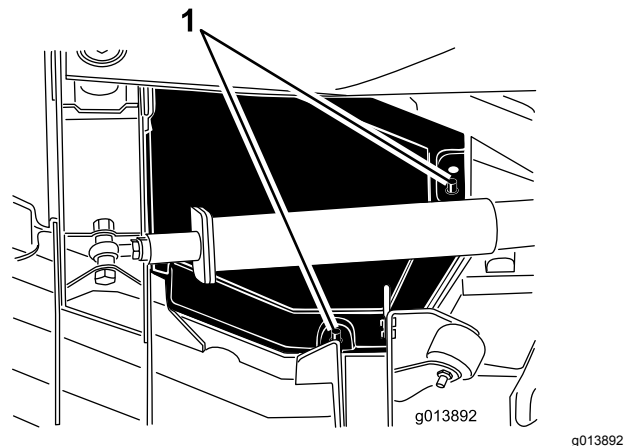

Figura 83
4. Separe los bordes trasero e interior de la cubierta de las clavijas de montaje (**Figura 83**).